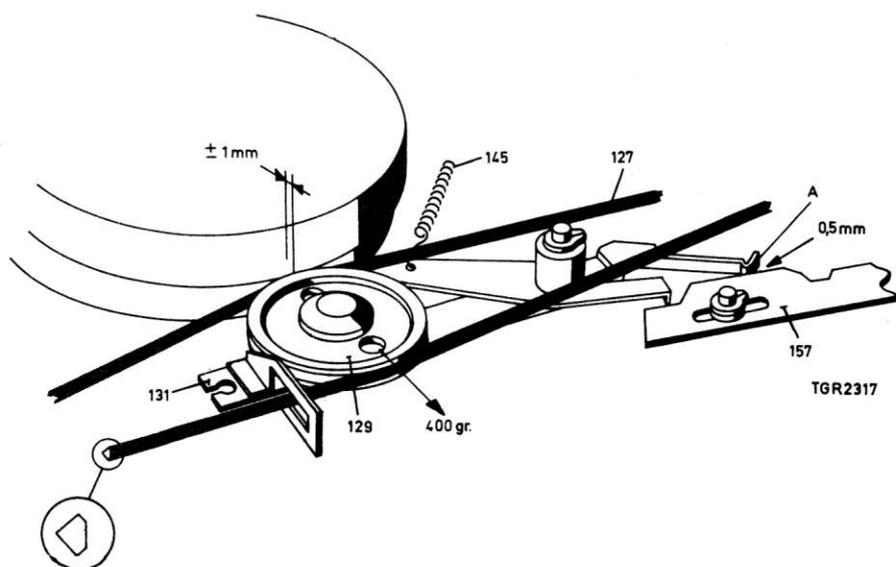

Fig. 5
- Fig.5 montre comment la courroie doit passer par les entailles des poulies.
Réglage pendant le rebobinage, voir fig.5 et 30
Roue intermédiaire, fig.5